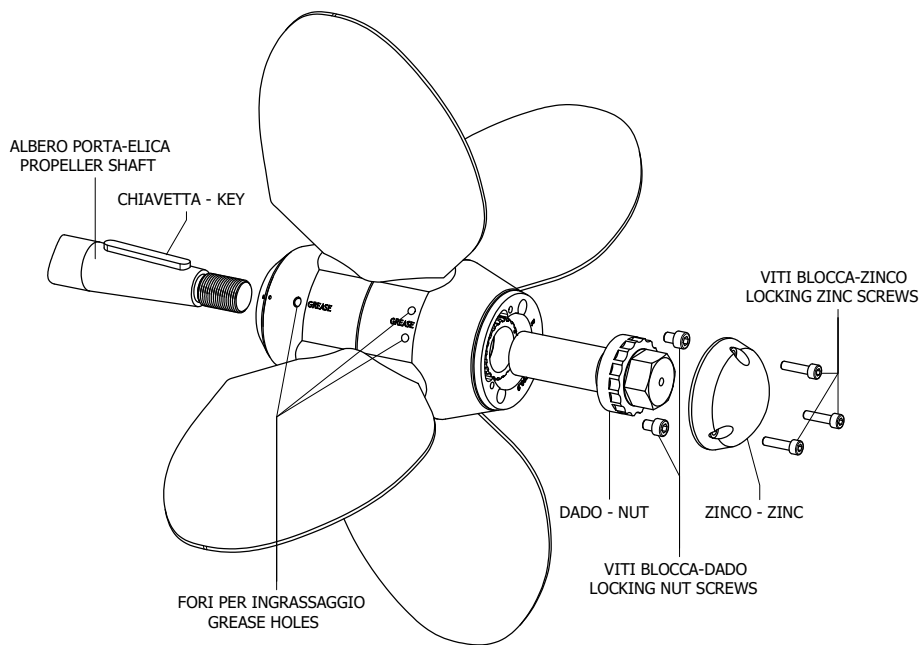

fig.2
- a. Inserire l'elica già assemblata sull'albero porta-elica (fare riferimento alla fig. 2).